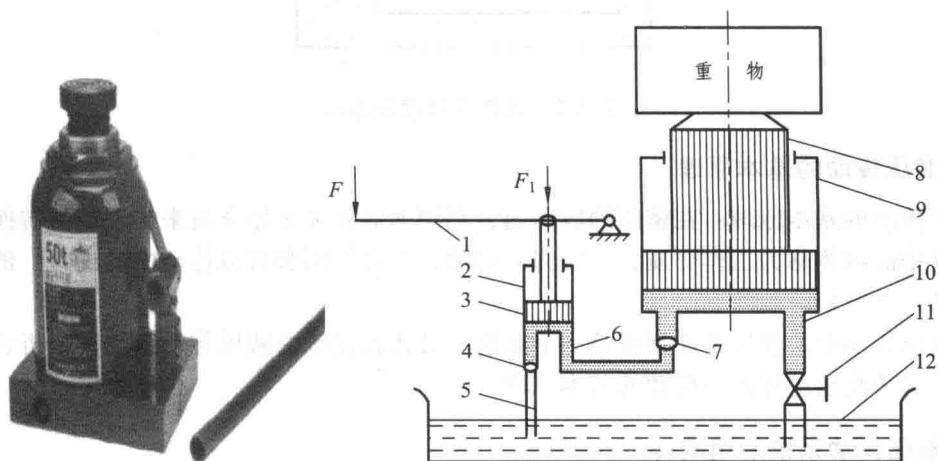

图 1.1 液压千斤顶结构及工作原理图
液压千斤顶由外壳、大活塞、小活塞、小活塞的进油排油单向阀、手动截止阀、杠杆扳手、油箱等组成，如图 1.1 所示。
任务过程	1. 教师讲授，引导学生阅读并理解工作任务一的教材和任务书。（75分钟） 2. 小组成员分工并准备执行工作任务。（5分钟） 3. 动手：使用、拆装、维修液压千斤顶。（60分钟） 4. 小组讨论并书面回答下列问题。（60分钟） （1）图 1.1 中液压千斤顶的哪部分是动力元件？ 答： （2）液压千斤顶上无重物时操纵液压千斤顶，其内部的油压会是多大？ 答： （3）小活塞的吸油单向阀密封不严时会出现什么状况？ 答： （4）大活塞的工作速度由什么决定？ 答： 5. 展示工作成果、学生互评、教师点评。（35分钟） 各组派 1~2 人上台回答 1 个书面问题，其他小组互评，教师最后点评。 6. 整理设备工具、清洁工作场地。（5分钟）
任务过程	1. 教师讲授，引导学生阅读并理解工作任务一的教材和任务书。(75分钟) 2. 小组成员分工并准备执行工作任务。(5分钟) 3. 动手：使用、拆装、维修液压千斤顶。(60分钟) 4. 小组讨论并书面回答下列问题。(60分钟) (1) 图 1.1 中液压千斤顶的哪部分是执行元件？ 答： (2) 液压千斤顶向上顶起重物时，其内部的油压由什么决定？ 答： (3) 小活塞的排油单向阀密封不严时会出现什么状况？ 答： (4) 液压千斤顶工作时其内部的油液是如何流动的？ 答： 5. 展示工作成果、学生互评、教师点评。(35分钟) 各组派 1~2 人上台回答 1 个书面问题，其他小组互评，教师最后点评。 6. 整理设备工具、清洁工作场地。(5分钟)
任务过程	1. 教师讲授，引导学生阅读并理解工作任务一的教材和任务书。(75分钟) 2. 小组成员分工并准备执行工作任务。(5分钟) 3. 动手：使用、拆装、维修液压千斤顶。(60分钟) 4. 小组讨论并书面回答下列问题。(60分钟) (1) 图 1.1 中液压千斤顶的哪部分是控制元件？ 答： (2) 液压千斤顶能否操纵大活塞来驱动小活塞工作，为什么？ 答： (3) 用液压千斤顶顶升重物时，若压下小活塞，重物就上升，而抬起小活塞时，重物就下落，这是什么原因？ 答： (4) 液压千斤顶中有哪些部分要精密加工？ 答： 5. 展示工作成果、学生互评、教师点评。(35分钟) 各组派 1~2 人上台回答 1 个书面问题，其他小组互评，教师最后点评。 6. 整理设备工具、清洁工作场地。(5分钟)
任务过程	1. 教师讲授，引导学生阅读并理解工作任务一的教材和任务书。（75 分钟） 2. 小组成员分工并准备执行工作任务。（5 分钟） 3. 动手：使用、拆装、维修液压千斤顶。（60 分钟） 4. 小组讨论并书面回答下列问题。（60 分钟） （1）图 1.1 中液压千斤顶的哪部分是辅助元件？ 答： （2）液压千斤顶中哪些部件有密封件？ 答： （3）液压千斤顶顶不起重物时，会有哪些原因？ 答： （4）液压千斤顶如超载使用可能会出现什么结果？ 答： 5. 展示工作成果、学生互评、教师点评。（35 分钟） 各组派 1~2 人上台回答 1 个书面问题，其他小组互评，教师最后点评。 6. 整理设备工具、清洁工作场地。（5 分钟）